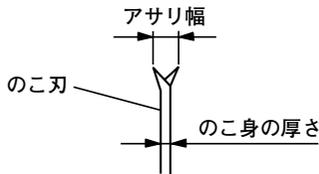

図 14-2
- 本機のソーガードの厚さは1.4 mmです。アサリ幅が1.4 mmより小さいのこ刃、また、この身の厚さが1.27 mmを超えるのこ刃は使用しないでください。(図14-2)